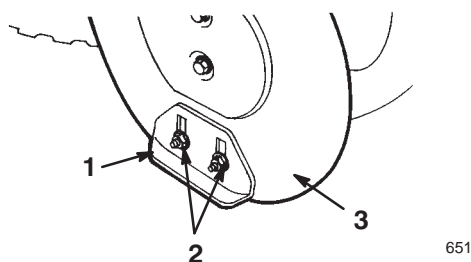

Figure 21
5. Desserrez les 4 écrous à bride qui fixent les deux patins sur les côtés du carter de tarière (Fig. 21) jusqu'à ce que les patins puissent coulisser aisément vers le haut et vers le bas.
10. Serrez les 4 écrous à embase qui fixent les deux patins sur les côtés du carter de tarière (Fig. 21).